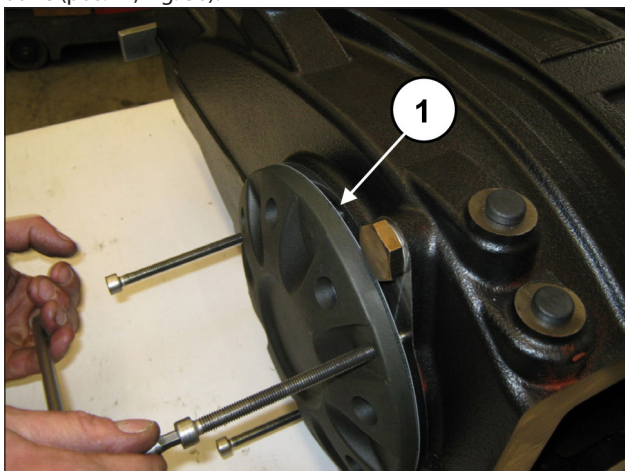

Fig. 29
Apretar de manera gradual los 3 tornillos M8 (pos. ①, Fig. 29) para evitar que la tapa se incline demasiado y se bloquee en el alojamiento.